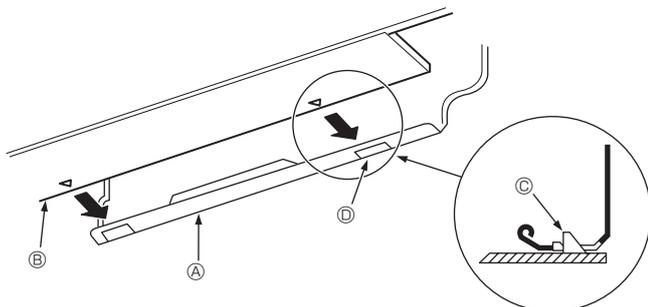

Fig. 3-11
3. Lors de l'insertion du tuyau de réfrigérant et le tuyau d'écoulement dans l'orifice mural d'insertion (manchette de pénétration), accrocher la partie supérieure de l'appareil intérieur sur la planche d'installation ①.
5. Fixer en poussant la partie inférieure de l'appareil intérieur sur la planche d'installation ①. (Fig. 3-11)
- * Vérifier que les boutons en bas de l'appareil intérieur sont correctement maintenus sur la planche d'installation ①.